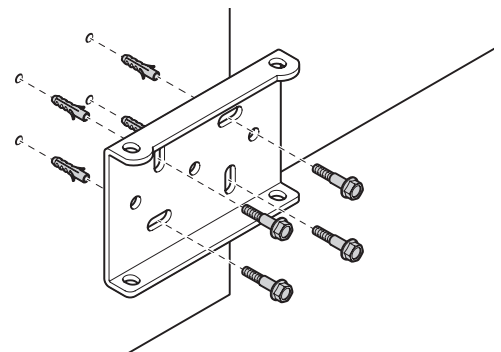

Fig. 5
03. Fixar o suporte traseiro do motor à parede respeitando as cotas vistas anteriormente (**fig. 5**).